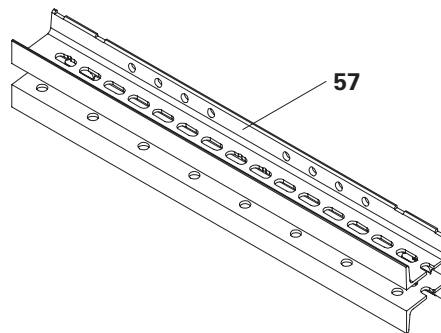

Fig. C2.01b
1. Appoggiare il corrente universale SRU U120, L = 0,97 m (57) su una superficie di montaggio piana. (Fig. C2.01b)